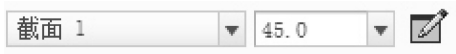

图 4-141 截面 1 旋转角度
(4) 单击操控面板上的旋转角度输入值信息栏, 输入 45° , 如图 4-141 所示。单击右侧的  开始截面 2 的绘制;